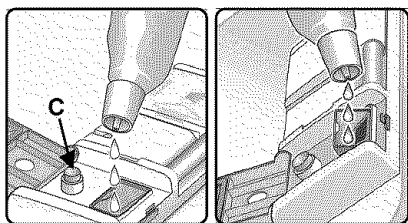

Figure 26/Ilus. 26
3. With the dishwasher door half open, pull the filling trough upward, as shown in Figure 26B, until it snaps into position. Add liquid rinse aid to the dispenser, as shown in Figure 26B, until the level indicator (Figure 26, C) is dark.
2. Abra totalmente la puerta de la lavadora de platos para verter el agente de enjuague en forma líquida en el surtidor, tal como muestra la Ilustración 26 A hasta que el indicador del nivel se cambie al color oscuro. **O...**
3. Abra a medias la puerta de la lavadora de platos, jale la boquilla de llenado hacia arriba, tal como muestra la Ilustración 26 B hasta que se encaje repentinamente. Vierta el agente de enjuague líquido en el surtidor, tal como muestra la Ilustración 26B hasta que el indicador del nivel (Ilustración 26C) se cambie al color oscuro.